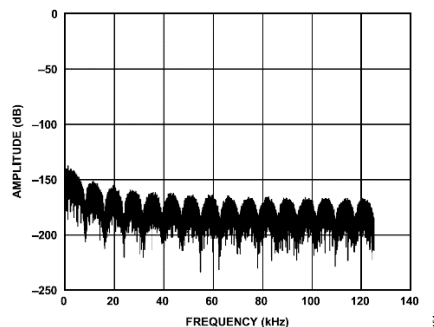

図 154. フィルタ・プロファイルのアップロード例
以下に示すシーケンスによりsinc1フィルタをプログラムします。アドレス0からアドレス23の係数は0です。アドレス24からアドレス55の係数は131,072（2²²/32）です。MCLK = 16.384MHzでODR = 256kHzの場合は、8kHzと8kHzの整数倍の位置にフィルタ・ノッチが現れます。このフィルタは低ノイズで、図154に示す特徴的なフィルタ・プロファイルによって識別できます。
17. データを収集します。図154に結果のフィルタ・プロファイルを示します。